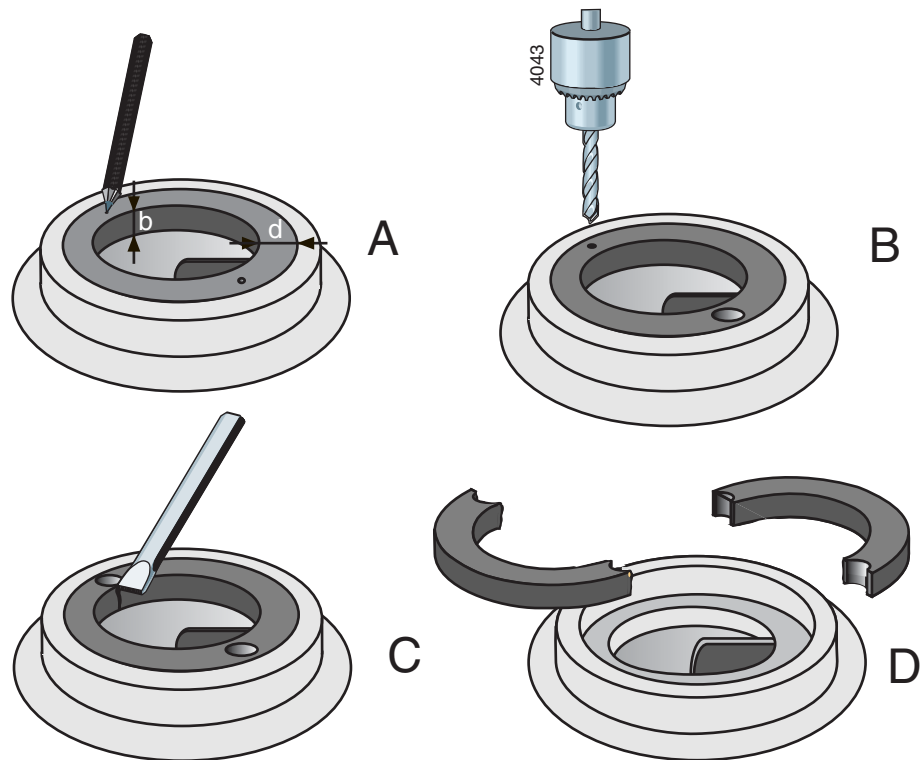

Рисунок 8. Извлечение компенсационного кольца
- 1 Измерьте толщину (d) и ширину (b) кольца, см. рисунок 8 А.
- 2 Прodelайте центрующие отверстия посередине кромки кольца в двух противоположных точках, см. рисунок 8 В.
- 3 С помощью сверла с диаметром несколько меньшим, чем толщина кольца (d), просверлите в кольце два отверстия, см. рисунок 8 С. Глубина сверления не должна превышать ширину кольца (b). Старайтесь не повредить установочную фаску корпуса насоса.
- 4 Пользуясь зубилом, вырубите оставшуюся часть толщины кольца. Теперь кольцо можно разделить на две части и извлечь его из корпуса насоса, см. рисунок 8 D.